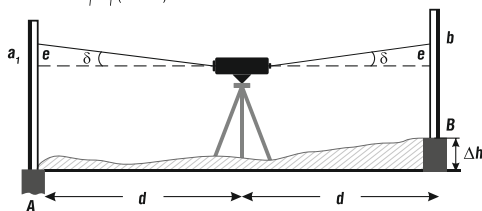

Рисунок 9
- a) Установите две рейки **A** и **B** на расстоянии 50 м друг от друга. Установите прибор посередине между ними. Отгоризантируйте прибор и возьмите отсчет по рейкам **A** и **B** соответственно. Превышение между ними $dh = a_1 - b_1$ (Рис. 9).